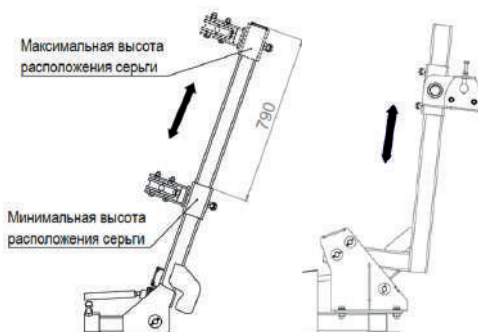

Рис. 7. Регулировка высоты расположения серёг
- на модели ВРК Буран-11 отрегулировать высоту расположения серёг (см. рис. 7);